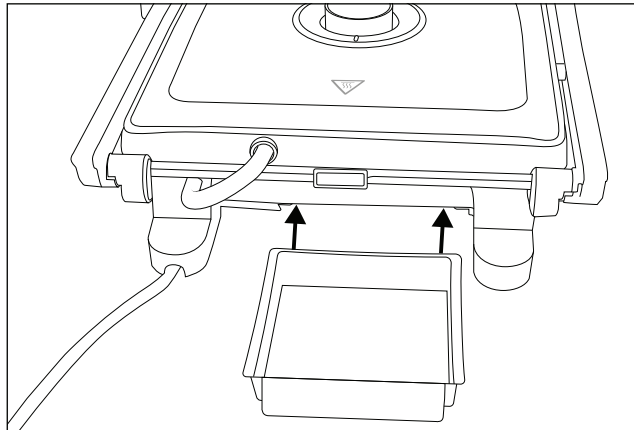

Abb. 1
- 2) Schieben Sie den Saftauffangbehälter **9** in die Halterung an der Rückseite des Gerätes (Abb. 1).
- ◆ Den Reinigungsschaber **8** können Sie zur Aufbewahrung in den Saftauffangbehälter **9** legen. Schieben Sie danach den Saftauffangbehälter **9** in die Halterung an der Rückseite des Gerätes (Abb. 1).